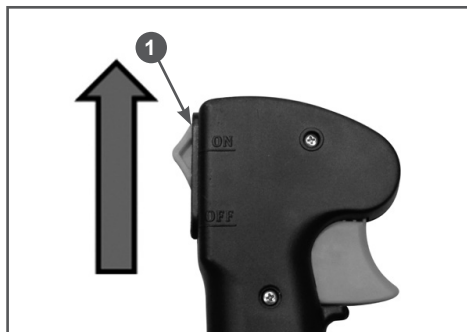

Рис. 10 Выключатель зажигания
5. Выключатель зажигания 1 (Рис. 10) установите в положение «ON» (ВКЛЮЧЕНО).